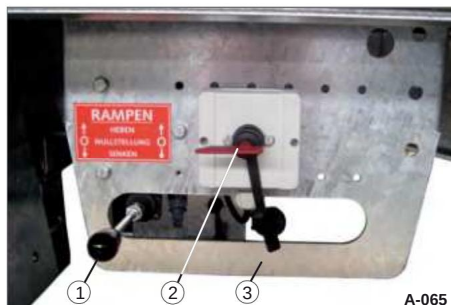

Fig. 102 Betjeningspanel (elektrohydraulisk)
• Betjen det tilsvarende håndtag (fig. 100/1 eller fig. 100/2) eller håndtaget (fig. 102/1) til rampevæggen for at styre de hydrauliske cylindre.